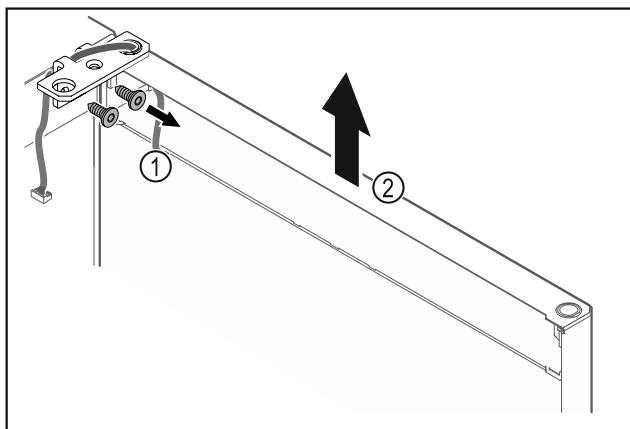

Fig. 26
- Odvignite kutne šarke Fig. 26 (1).
- Dignite vrata s kutnim šarkama Fig. 26 (2) cca 200 mm ravno prema gore i skinite ih.